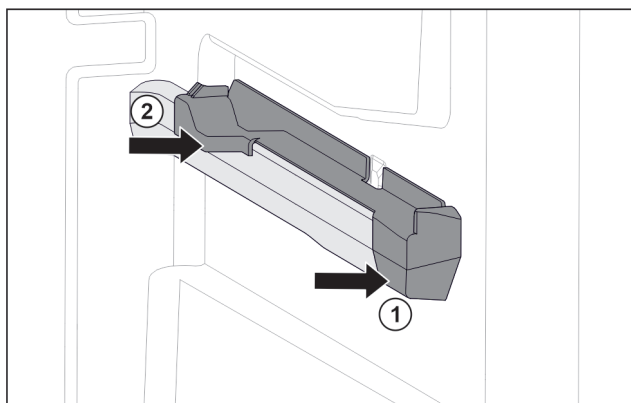

Fig. 74 Наставка върху дясното ребро на съда
- Поставете наставката отпред към реброто на съда. Fig. 74 (1)
- Притиснете наставката отзад. Fig. 74 (2)